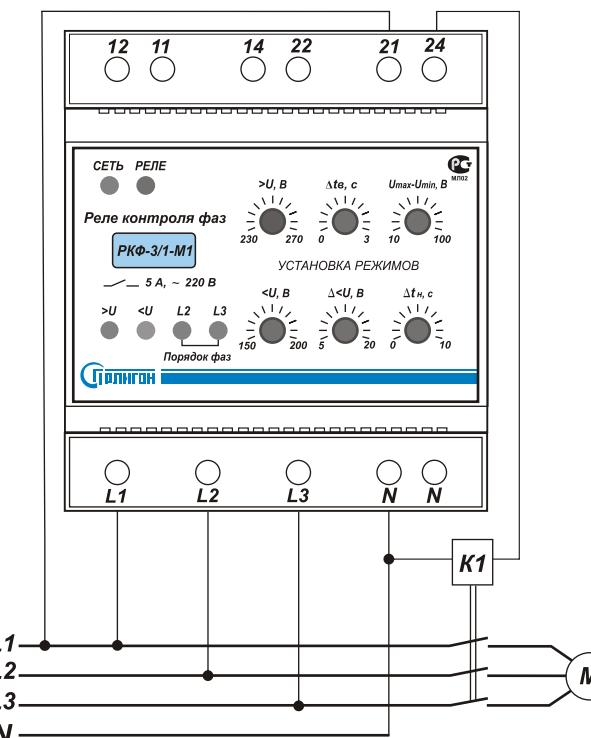

Рис.1. Типовая схема подключения реле РКФ-3/1-М1.
4.3 Произвести подключение входной контролируемой сети, цепей управления и сигнализации согласно маркировке (рис.1): L1, L2, L3 — фазы; N — нейтраль; 11, 21 — переключающий контакт реле; 14, 24 — нормально разомкнутый контакт реле; 12, 22 — нормально замкнутый контакт реле. Сечение силовых подключаемых проводов должно быть не более 1,5 мм кв.